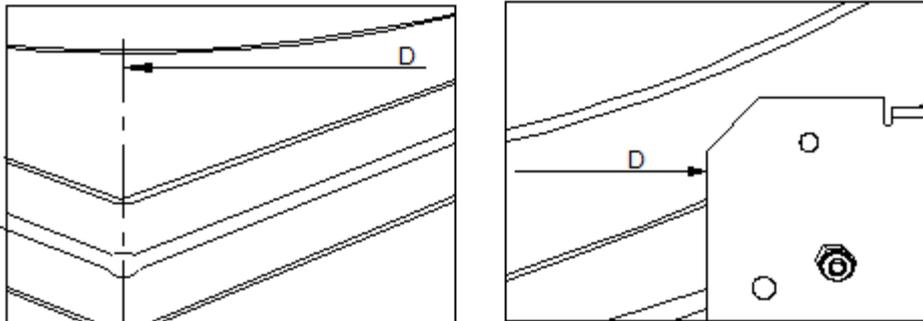

Figura 8 - Distância de fixação entre alongador e centro do sinalizador
E) O valor encontrado $D_{(mm)}$ é a distância aproximada de fixação entre a extremidade do alongador e o centro do sinalizador (conforme a figura 8).